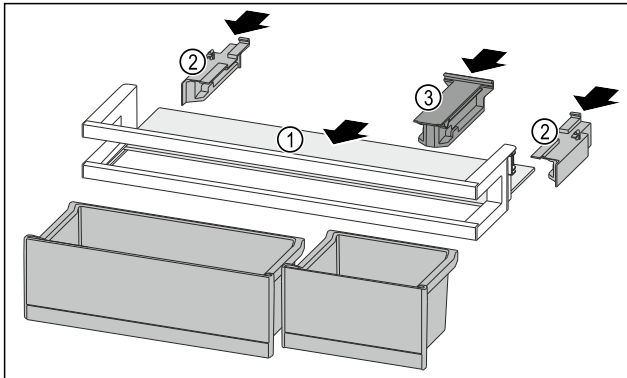

Fig. 124
- ▶ Abstellfläche Fig. 124 (1) in die seitlichen Einsparungen einschieben.
- ▶ Seitenteile Fig. 124 (2) einsetzen.
- ▶ Halteteil Fig. 124 (3) einsetzen.